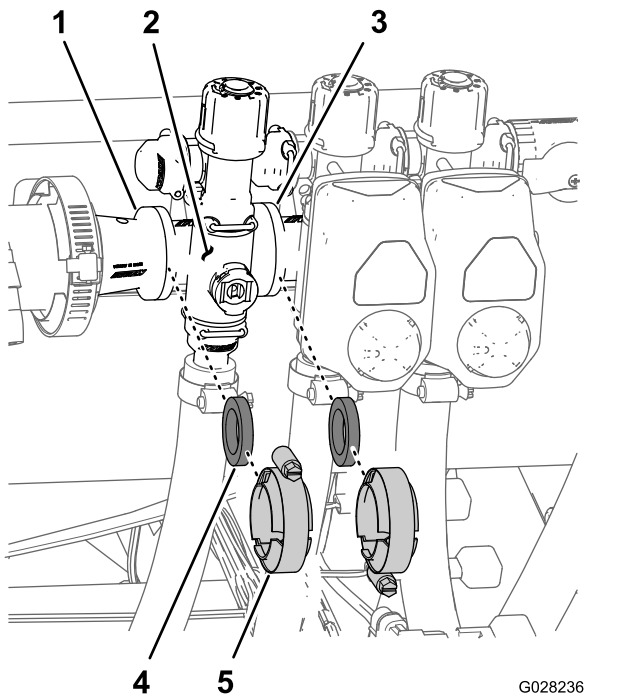

Figure 73
1. Déposez les colliers et les joints qui fixent le collecteur de la vanne de section (**Figure 73**) à la vanne de section adjacente (et au raccord réducteur s'il s'agit de la vanne de section gauche).